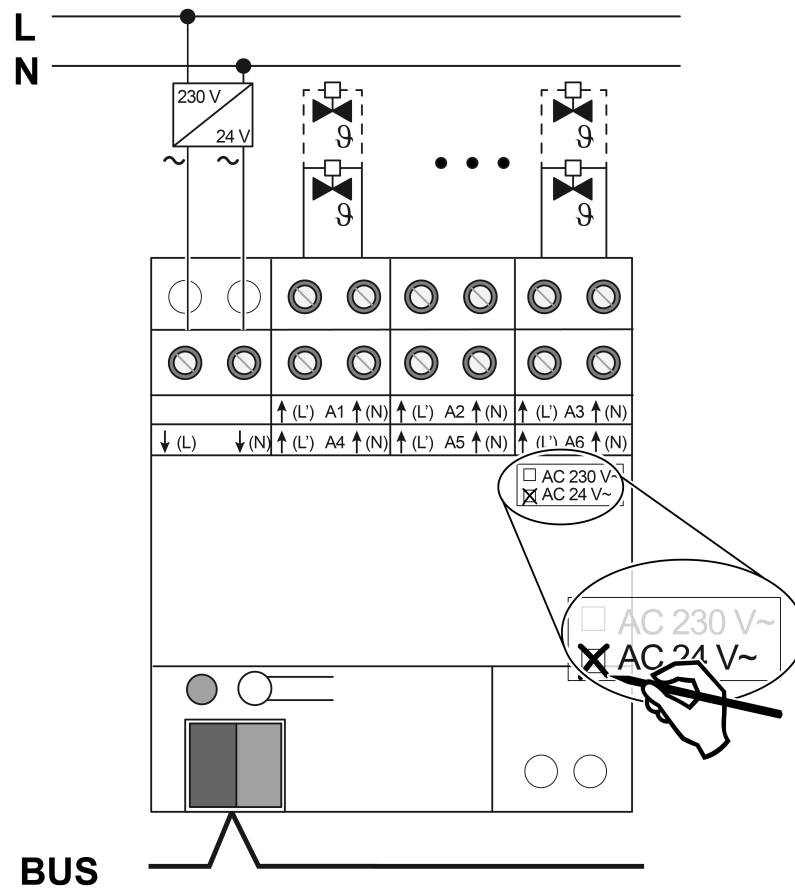

Figura 3: Conexión de actuadores de válvula 24 V
- Conectar los actuadores de válvula AC 24 V según el plano de conexiones (véase figura 3).
- Conectar la alimentación para actuadores de válvula en bornes ↓(L) y ↓(N) (1).